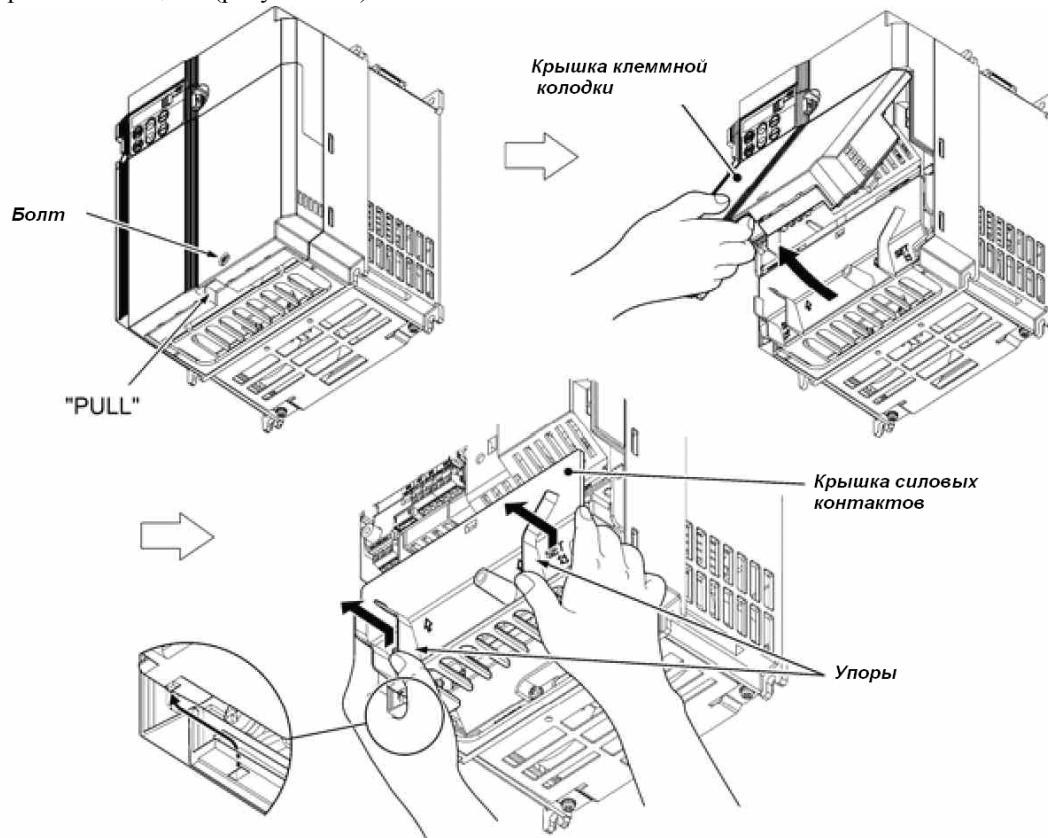

Рисунок 2.5 Снятие крышек (для ПЧ мощностью 5.5 и 7.5 кВт)
- 2) Чтобы снять крышку силовых контактов, поместите ладони на упоры крышки, и потяните ее вверх, придерживая пальцами (рисунок 2.5.).